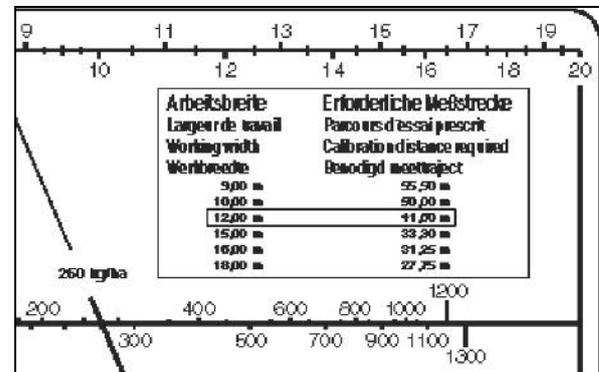

Fig. 70
4. Messstrecke auf dem Feld exakt abmessen. Anfangs- und Endpunkt markieren (Fig. 70).